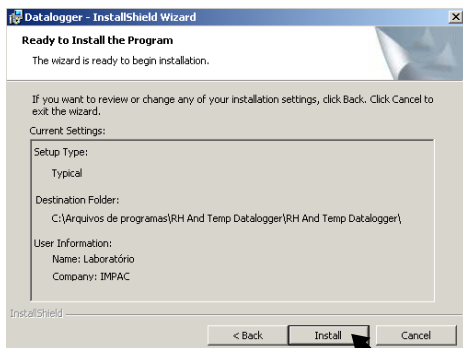

fig.3
- Na tela seguinte clique em **Install**. (fig.3)